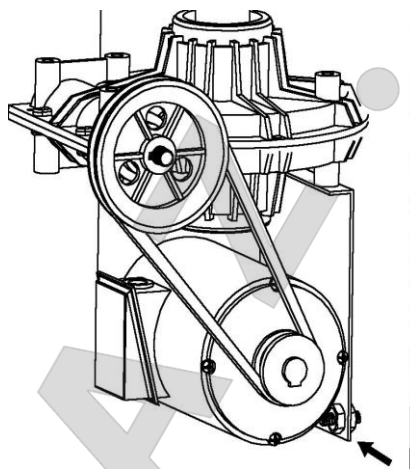

Рис. 11
7) При снижении мощности проверьте натяжение ремня. Для этого снимите крышку с левой стороны корпуса и отрегулируйте натяжение ремня специальным винтом (рис. 11)